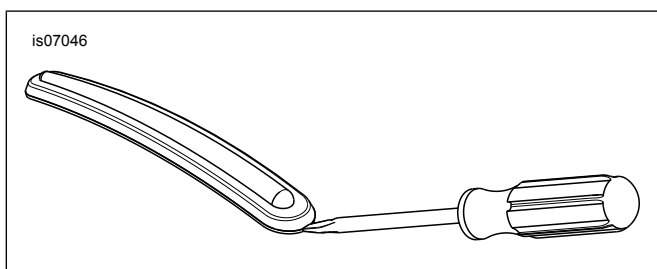

Figure 2. Tanggalin ang Fender Trim Strip
- Tingnan ang Figure 2 . Ipasok ang dulo ng screwdriver sa pagitan ng chrome bezel at gomang trim strip.